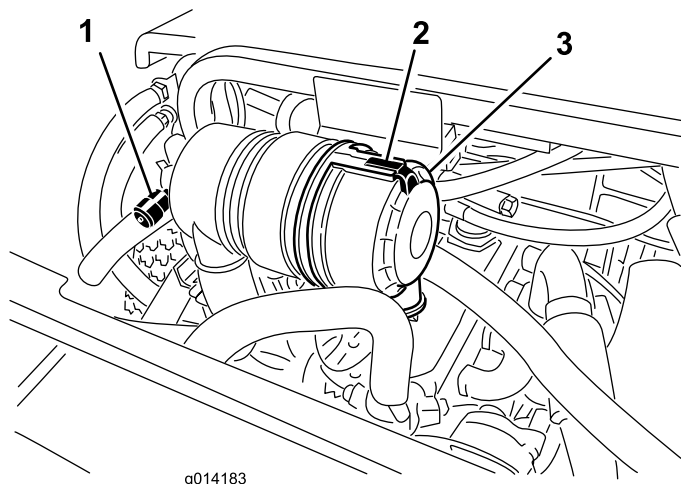

Рисунок 25
Обслуживание фильтра воздухоочистителя следует производить только после покраснения индикатора необходимости обслуживания (Рисунок 25). Замена воздушного фильтра без необходимости ведет лишь к повышению вероятности попадания грязи в двигатель при извлечении фильтра.
1. Откройте защелки, фиксирующие крышку воздухоочистителя на его корпусе (Рисунок 25).